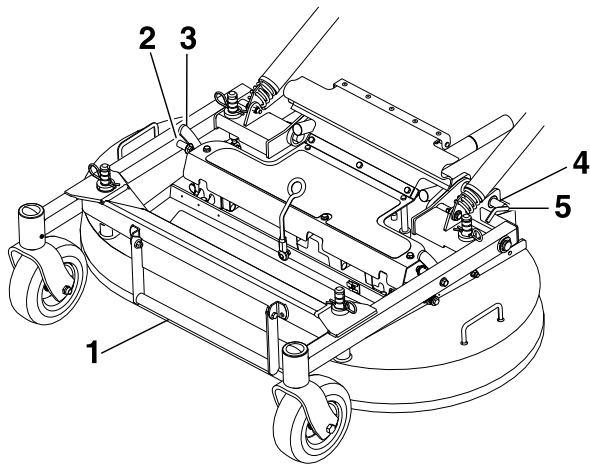

Figure 8
3. Dégagez les goupilles de verrouillage de chaque côté du plateau de coupe (Figure 8).
2. Enfoncez les goupilles de verrouillage du plateau vers l'intérieur et tournez-les vers l'avant pour verrouiller solidement le plateau en position abaissée (Figure 8).